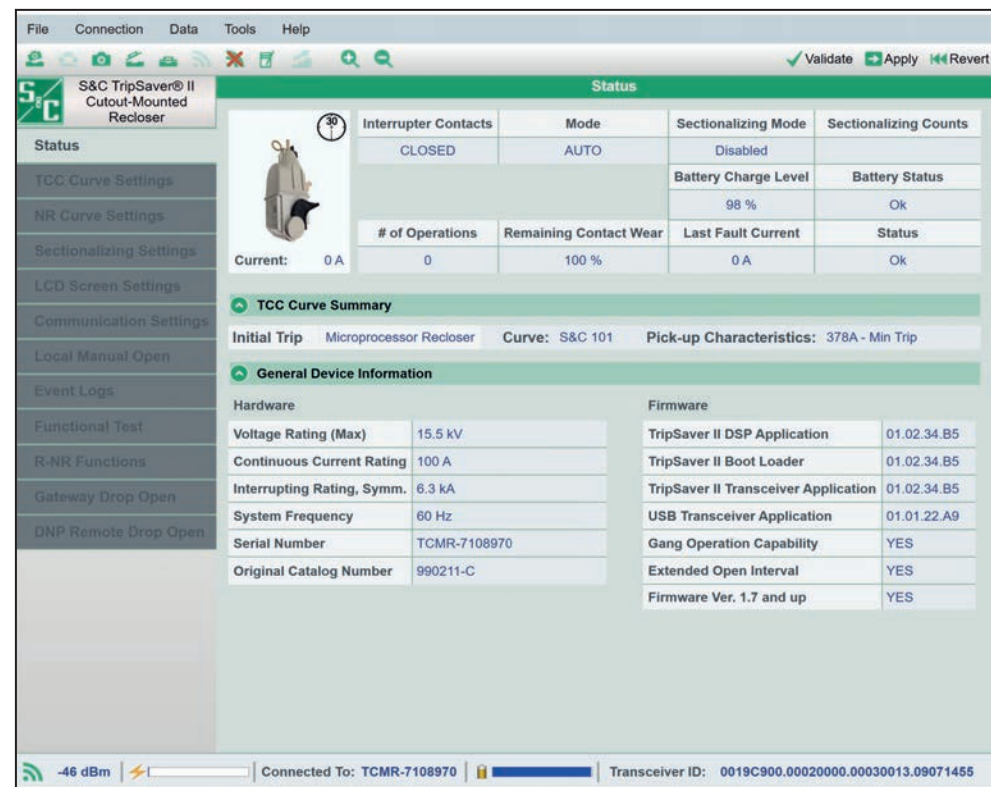

Figura 168. La pantalla de Estado después de una restauración exitosa del perfil.
**PASO 4.** Aparecerá un mensaje de “Success” (“Éxito”) cuando se haya completado la restauración del perfil. Compruebe la pantalla de *Status (Estado)* para asegurarse de que la información del perfil se ha restaurado con éxito. Véase la Figura 168.